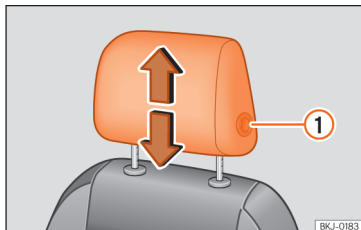
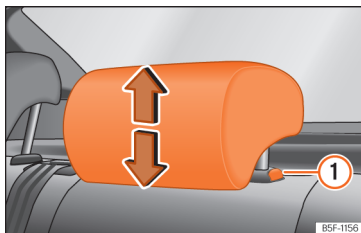

Fig. 68 Banco dianteiro: regulação do encosto de cabeça.
Fig. 69 Encosto de cabeça traseiro: ajuste do encosto de cabeça.
- Agarre o encosto de cabeça com ambas as mãos pelos lados e empurre para cima até o encaixar na posição desejada. Para baixá-lo, proceda da mesma forma, pressionando o botão lateral ① »» Fig. 68 , »» Fig. 69.